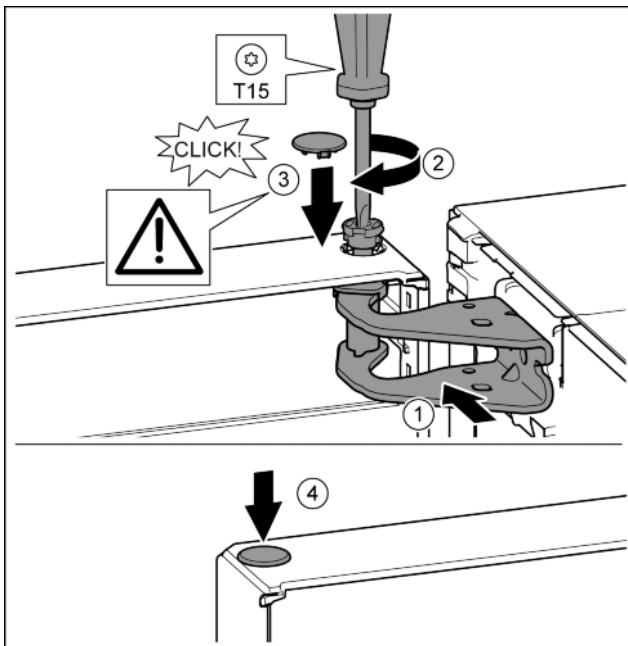

Fig. 18
- ▶ Fent igazítsa a csapágybak nyílásához az ajtót. Fig. 18 (1)
- ▶ Helyezze be a csapot, és a T15 csavarhúzóval húzza meg. Fig. 18 (2)
- ▶ Az ajtó biztosítása érdekében szerelje fel a biztonsági fedelet: Helyezze fel a biztonsági fedelet, és ellenőrizze, hogy felfekszik-e az ajtóra. Egyébként a csapszeget teljesen helyezze be. Fig. 18 (3)
- ▶ Helyezze be a dugót. Fig. 18 (4)